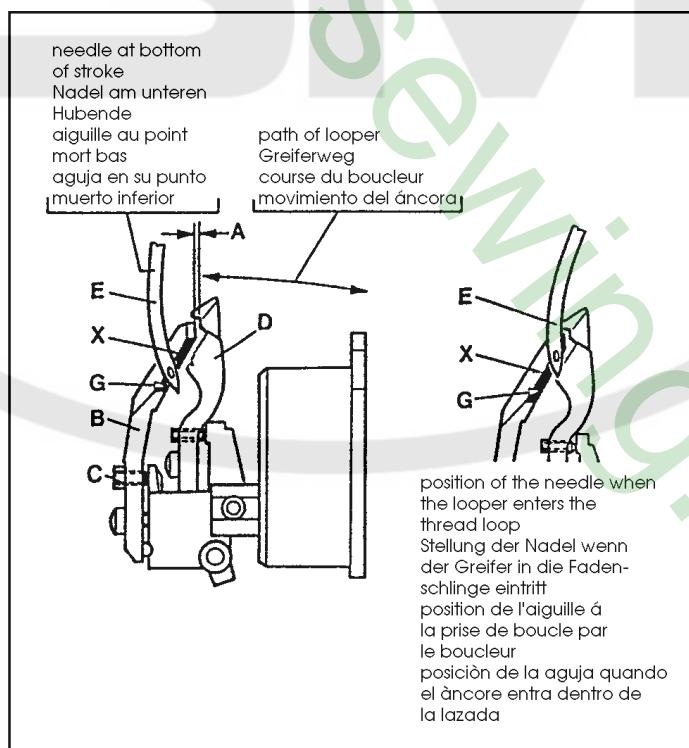

Fig. 6
Adjust the looper (D, Fig. 6) as described in paragraph "Setting the looper", see page 10.
Note: It is advisable to remove the rear needle guard (B, Fig. 6) for setting the looper.
Assemble the rear needle guard (B, Fig. 6). With set screw (C) adjust the distance (A) between looper (D) and rear needle guard (B) to 0.5 mm (.020 in.).
Laterally (front to rear) set the rear needle guard (B, Fig. 6) with its guarding surface (G) close to the needle (E) even so that it barely contacts it, to avoid hitting of the needle by the looper point.
Edge (X, Fig. 6) on the guarding surface (G) of the rear needle guard (B) should not essentially disturb the needle thread. If disturbance of the needle thread occurs it can be eliminated by slightly changing the 0.5 mm (.020 in.) distance between looper and rear needle guard as well as by slightly changing the needle height.
Stellen Sie den Greifer (D, Fig. 6) wie im Abschnitt "Einstellung des Greifers" beschrieben ein, siehe Seite 10.
BEACHTEN SIE: Es ist ratsam, zum Einstellen des Greifers den hinteren Nadelanschlag (B, Fig. 6) zu entfernen.
Bauen Sie den hinteren Nadelanschlag (B, Fig. 6) ein. Stellen Sie mit dem Gewindestift (C) den Abstand (A) zwischen Greifer (D) und hinterem Nadelanschlag (B) auf 0,5 mm.
Seitlich (von vorne nach hinten) stellen Sie den hinteren Nadelanschlag (B, Fig. 6) mit seiner Schutzfläche (G) dicht an die Nadel (E), so dass er sie gerade berührt, um zu verhindern, dass die Nadel von der Greiferspitze getroffen wird.
Die Kante (X, Fig. 6) an der Schutzfläche (G) des hinteren Nadelanschlags (B) soll den Nadelfaden nicht wesentlich stören. Tritt eine Störung des Nadelfadens auf, kann diese durch leichtes Verändern des 0,5 mm Abstands zwischen Greifer und hinterem Nadelanschlag sowie durch leichtes Verändern der Nadelhöhe beseitigt werden.
Régler le boucleur (D, Fig. 6) comme indiqué au paragraphe "Réglage du boucleur" page 10.
Monter le protège aiguille arrière (B, Fig. 6). Avec la vis (C) régler à 0,5 mm la distance (A) entre le boucleur (D) et le protège aiguille arrière (B).
Régler latéralement (avant-arrière) le protège aiguille arrière (B, Fig. 6) avec la surface de protection (G) près de l'aiguille de même qu'elle frôle pour éviter tout contact avec la pointe du boucleur.
Le bord (X, Fig. 6) du protège aiguille ne doit surtout pas interférer avec le fil d'aiguille. Si cela se produit, il est possible d'y remédier en modifiant légèrement de 0,5 mm entre le boucleur et le protège aiguille et, éventuellement, en changeant la hauteur de l'aiguille.
Ajustar el áncora (D, Fig. 6) tal como se describe en el párrafo "Colocación del áncora", ver página 10.
Montar el salva agujas posterior (B, Fig. 6). Con el tornillo de fijación (C) ajustar la distancia (A) entre áncora (D) y salva agujas posterior (B) para que sea de 0,5 mm. La aguja deberá encontrarse permanentemente en contacto con la superficie (G) del salva agujas posterior (B) durante todo el recorrido de la aguja, desde el punto muerto inferior, hasta que el áncora entra en la lazada del hilo aguja.
Ajuste lateral (de detrás hacia adelante) del salva agujas posterior (B, Fig. 6) en la zona (G), que deberá estar lo más cerca posible de la aguja (E), de forma de que apenas tome contacto con el salva agujas (E) para evitar el choque entre la punta del áncora y aguja.
El canto (X, Fig. 6) de la zona de contacto (G), del salva agujas posterior (B), debe situarse de manera que no desvie el hilo de la aguja. Si esto ocurre, puede eliminarse moviendo ligeramente la distancia de 0,5 mm que existe áncora y salva agujas posterior, o variando ligeramente la altura de la aguja.